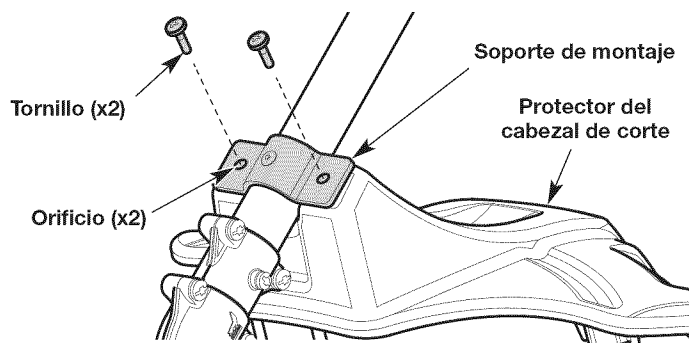

Fig. 3
1. Ubique el protector del cabezal de corte bajo el soporte de montaje (Fig. 3). Se deben alinear los orificios del protector del cabezal de corte con los orificios del soporte de montaje (Fig. 3).
2. Inserte los tornillos (x2) en los orificios alineados (Fig. 3). Ajuste los tornillos con la mano hasta que estén bien apretados.